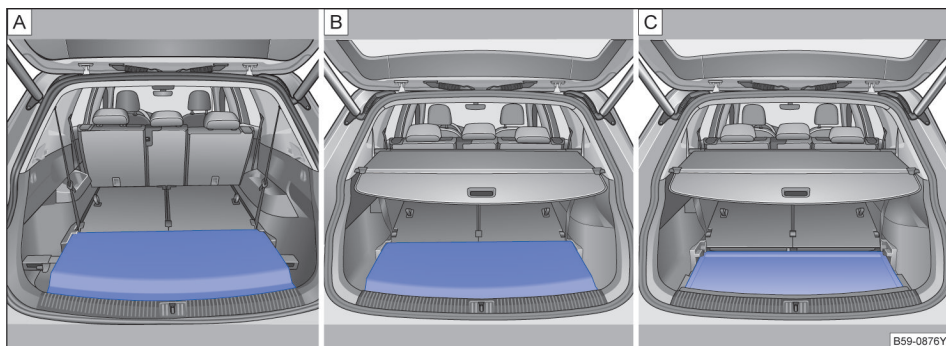

图 198 行李厢地板的三种使用方式
- 放置行李厢地板，与第三排座椅齐平→图 198 [A]。
- 放置行李厢地板，与第三排座椅齐平→图 198 [B]。
- 将行李厢地板翻转过来使用→图 198 [C]，此时行李厢地板下降约 80 mm，行李厢空间增大 约 24 L。